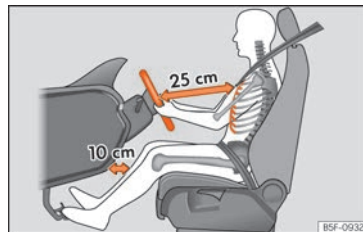
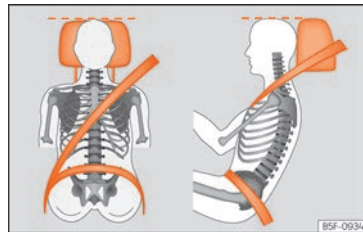

Fig. 65 Distància correcta entre el conductor i el volant.
Fig. 66 Banda del cinturó i reposacaps ajustats correctament.
- Ajusteu el seient de tal manera que el volant quedi com a mínim a 25 cm del tòrax »» fig. 65 i que pugueu agafar el volant lateralment per la part exterior amb totes dues mans i els braços lleugerament flexionats.
»» fig. 65.
- Ajusteu el reposacaps de manera que la vora superior quedi, en la mesura del possible, a l'altura de la part superior del cap, i mai per sota dels ulls. Mantingueu el clatell el més a prop possible del reposacaps »» fig. 65 i »» fig. 66.
Ajusteu la distància correcta entre el conductor i el volant »» fig. 65 amb l'ajuda dels comandaments situats al seient del conductor »»  pàg. 14.